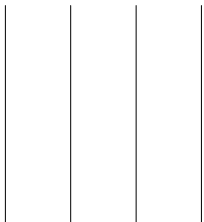

图 8-76 打开入户垂管号素材
① 按 Ctrl+O 组合键，打开配套光盘提供的“第 8 章/8.5.2 入户管号.dwg”素材文件，结果如图 8-76 所示。